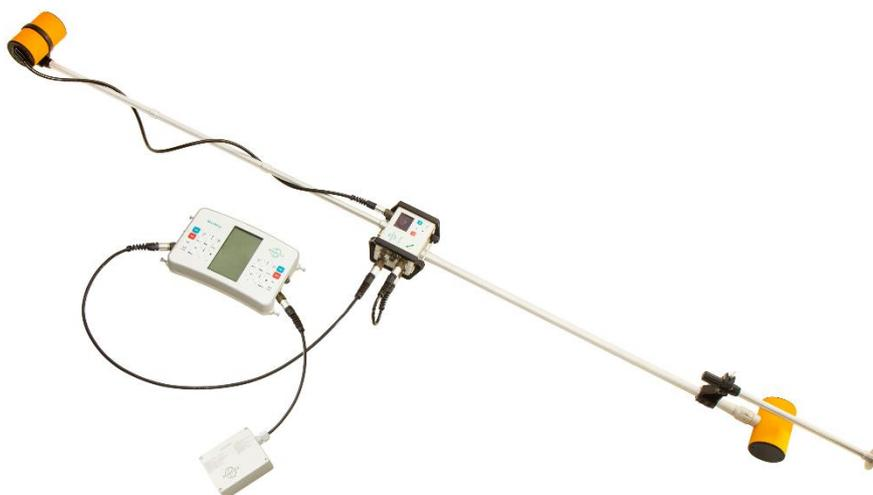

Рисунок 34 Магнитометр-градиентометр OVHmag-SmartMag в сборе
3. Соединить датчик OVHmag и SmartMag кабелем датчик-датчик (Рисунок 34).
4. Подсоединить к датчику OVHmag или SmartMag кабель датчик-пульт (Рисунок 34).
5. Закрепить опору градиентометра на нижнюю штангу датчика (Рисунок 34).